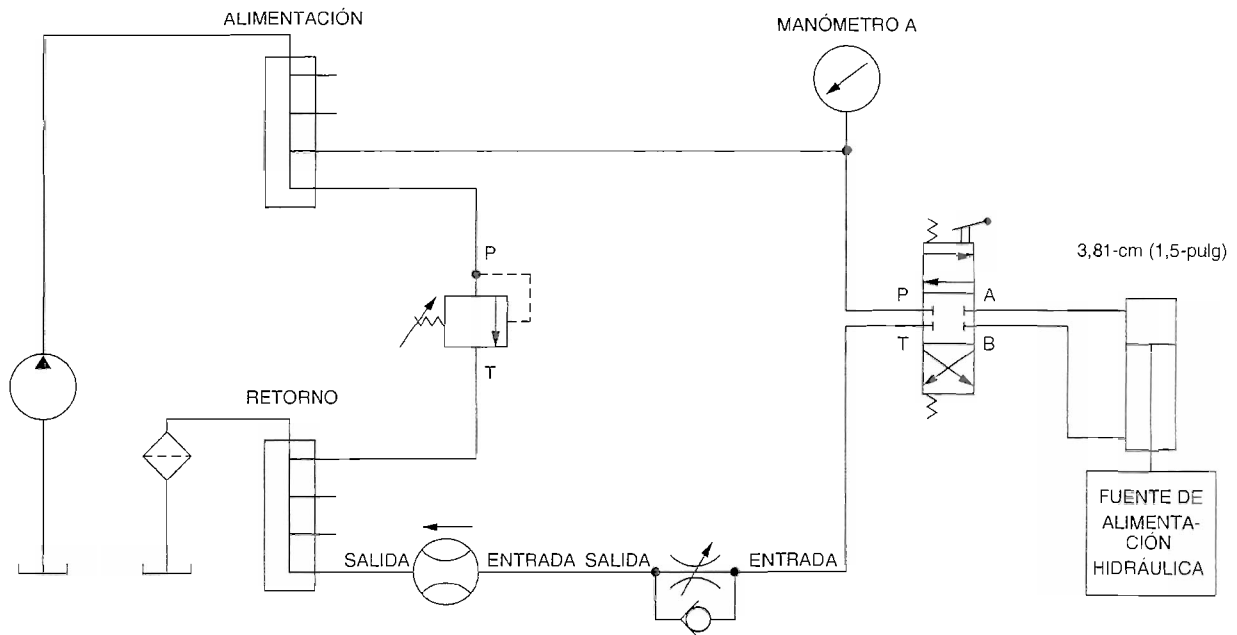

Figura 3-5. Circuito para determinar el efecto de control direccional, control de presión y control de flujo en la operación del cilindro.
- 5. Conecte el circuito utilizado para levantar la fuente de alimentación hidráulica mostrado en la Figura 3-5. Observe que el mismo circuito será usado en todas las partes del ejercicio.
- 19. Cambie las mangueras conectadas al cilindro, de manera que obtenga el circuito mostrado en la Figura 3-5, luego continúe a la siguiente parte del ejercicio.